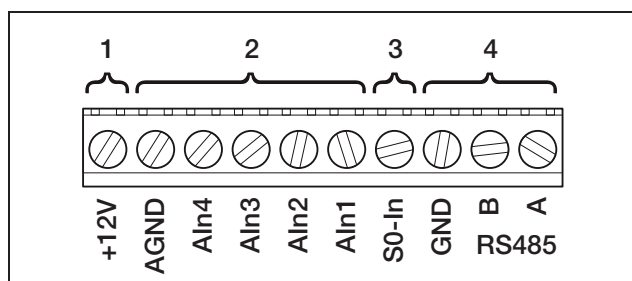

Figure 63: Serre-câbles
- Raccordez les câbles conformément à l'affectation des raccordements (figure 63 et tableau 11) à la borne.
Des raccordements pour l'interface série RS485 se trouvent sur la borne pour les interfaces analogiques (figure 63). Selon les onduleurs utilisés, le RS485 permet de mettre en réseau jusqu'à 200 onduleurs. Il est possible de raccorder d'autres composants au RS485. Vous avez éventuellement besoin d'un transformateur de niveau supplémentaire. Pour le raccordement, utilisez une ligne torsadée, par exemple LiYCY 2 x 2 x 0,25.
- Raccordez les câbles conformément à l'affectation des raccordements (tableau 8) à la borne (4 à la figure 63).